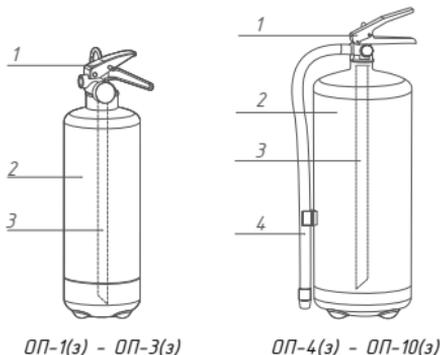

Рисунок 1 (не определяет конструкцию изделия)
4.1 Конструкция огнетушителей на рис. 1. Огнетушители состоят из корпуса 2, в горловину которого ввернуто ЗПУ 1 с сифонной трубкой 3. К выходному отверстию ЗПУ огнетушителя ОП МИГ подсоединяется распылитель 4.